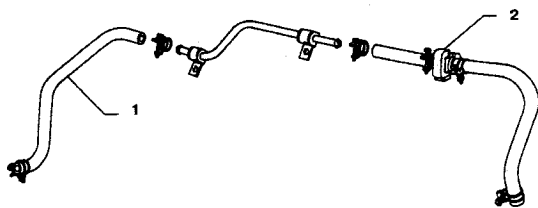

Рис. 9.21 Вакуумный шланг и обратный клапан (См. Раздел 13)
6. Периодически проверяйте состояние вакуумного шланга, в котором установлен обратный клапан. Замените шланг, если он треснул или затвердел [См. Рис. 9.21].